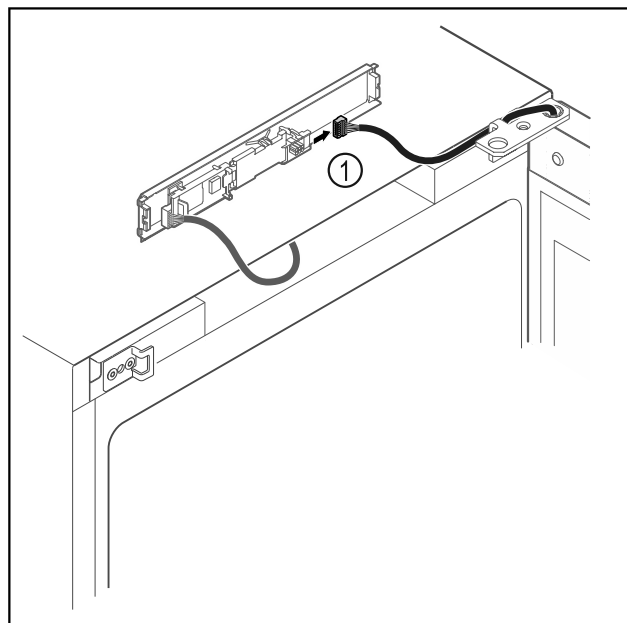

Fig. 7
- ▶ Húzza ki a dugót Fig. 7 (1) a NYÁK-ból.